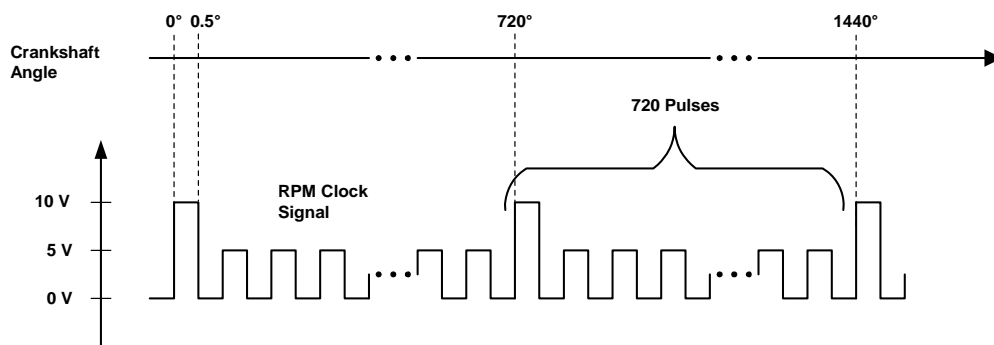

Abb. 8-8 Winkeltaktsignal zur Synchronisation auf den Nulldurchgang des Nockenwellenwinkels und Berechnung der Winkelstellung des Motors
Zur Durchführung von zur Motordrehzahl synchronen Messungen benötigt die ES1334.1 Informationen über die Winkelstellung des Motors. Diese Informationen ermittelt die ES1334.1 aus dem Winkeltaktsignal, das ihr an der Frontplatte über den „SYNC“-Eingang zugeführt wird. Das Winkeltaktsignal (siehe Abb. 8-8) wird von einem ES1332.1 Arbitrary Signal Generator Board erzeugt und ermöglicht die Synchronisation auf den Nulldurchgang des Nockenwellenwinkels und die Berechnung der Winkelstellung des Motors.
- des Winkeltaktsignals (siehe Abb. 8-8 auf Seite 157) oder